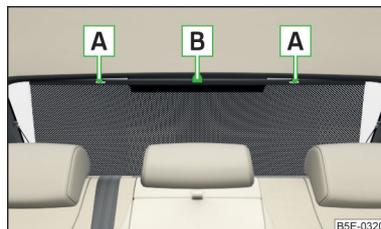

Abb. 67
- Das Sonnenschutzrollo am Griff **B** » Abb. 67 herausziehen und in die Halter **A** einhängen.
- Das Sonnenschutzrollo am Griff **B** » Abb. 67 aus den Haltern herausnehmen und so halten, dass dieses langsam und ohne Beschädigung in das Gehäuse einrollen kann.